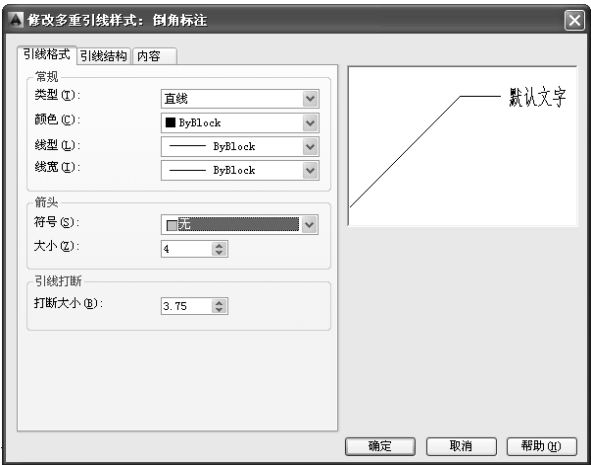
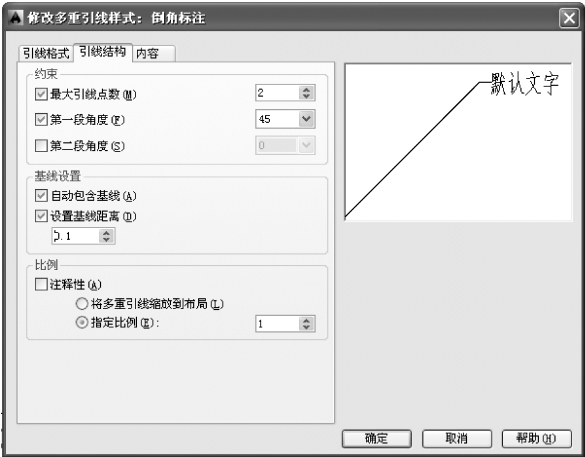
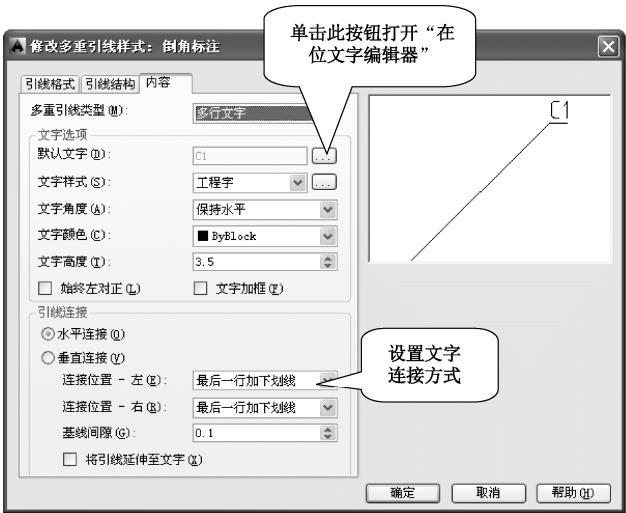

图 4-103 设置多重引线的格式
图 4-104 设置多重引线的结构
图 4-105 设置多重引线的注释内容
(3) 单击“继续”按钮，弹出“修改多重引线样式：倒角标注”对话框。
(4) 在“修改多重引线样式：倒角标注”对话框中选择“引线格式”选项卡，在“常规”选项组下设置引线的类型为“直线”，在“箭头”选项组下选择引线箭头的符号为“无”（即设置引线不带箭头），如图 4-103 所示。
(5) 单击“引线结构”标签，选择“引线结构”选项卡，在“约束”选项组选中“最大引线点数”复选框，设置点数为“2”（即只绘制一段引线），选中“第一段角度”复选框，设置角度为“45”（即设置引线的倾斜角度为 45°）；在“基线设置”选项组选中“自动包含基线”与“设置基线距离”复选框，并设置基线距离为“0.1”（即设置该引线自动包含一段长为 0.1 的水平基线）；在“比例”选项组选中“指定比例”单选按钮，设置比例值为“1”，如图 4-104 所示。
(6) 单击“内容”标签，切换到“内容”选项卡，选择“多重引线类型”为“多行文字”；单击“默认文字”文本框右侧的按钮，打开多行文字“在位文字编辑器”，输入“C1”，单击“关闭”按钮返回对话框；设置“文字样式”为“工程字”，“文字角度”为“保持水平”，“文字高度”为“3.5”；在“引线连接”选项组下选中“水平连接”单选按钮，“连接位置”均设置为“最
后一行加下画线”或“第一行加下画线”(即设置倒角无论连接在引线的左方还是右方均在倒角下加下画线), 设置“基线间隙”为“0.1”, 如图 4-105 所示。
(1) 设置引线格式。在“引线格式”选项卡中设置引线的类型、箭头的形状和大小、折断间距等特性，其选项卡如图 4-103 所示。
① “常规”选项组：用于设置引线的类型（有“直线”“样条曲线”和“无”三种类型）、颜色、线型和线宽。
② “箭头”选项组：用于设置引线箭头的形状和大小。
③ “引线打断”选项组：用于设置打断引线标注时的折断间距。
(2) 设置引线结构。在“引线结构”选项卡中设置引线的段数和角度、基线的长度、缩放比例等特性，其选项卡如图 4-104 所示。
① “约束”选项组：用于设置引线点数、角度。最大引线点数决定了引线的段数，系统默认的“最大引线点数”最小为 2，仅绘制一段引线；“第一段角度”和“第二段角度”分别控制第一段引线与第二段引线的角度。
② “基线设置”选项组：用于设置引线是否自动包含水平基线及水平基线的长度。当选中“自动包含基线”复选框后，“设置基线距离”复选框亮显，用户输入数值以确定引线包含水平基线的长度。
③ “比例”选项组：用于设置引线标注对象的缩放比例。一般情况下，用户在“指定比例”文本框内输入比例值控制多重引线标注的大小。
(3) 设置引线内容。在“内容”选项卡中设置引线末端的注释内容的类型、引线连接位置等特性，其选项卡如图 4-105 所示。
① “多重引线类型”：用于设置引线末端的注释内容的类型，有“多行文字”“块”和“无”三种类型。
② “文字选项”选项组：当注释内容为“多行文字”时，才显示该选项组，用于设置注释文字的默认内容、样式、角度、颜色和文字高度。
③ “引线连接”选项组：当注释内容为“多行文字”时，才显示该选项组，用于设置注释内容与多重引线的连接方式、注释内容与水平基线的距离，有“水平连接”“垂直连接”两种方式。